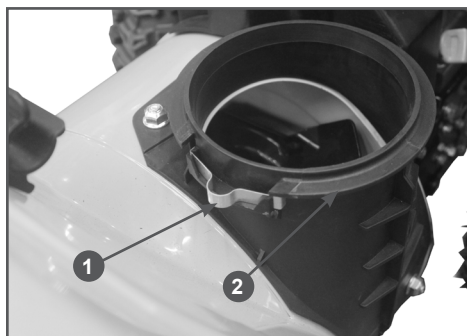

**Рис. 10 Установка ручек рычагов ST661**
7. Накрутите ручки на рычаг переключения передач и рычаг управления дефлектором и затяните контргайки (только для ST661) (Рис. 10).
10. Установите вал управления поворотом желоба (только для ST661). Вставьте круглый конец вала управления поворотом желоба в отверстие 3 на панели (Рис. 10). Второй конец вала соедините с валом 1 механизма поворота желоба с помощью двух болтов 2 (Рис. 16).